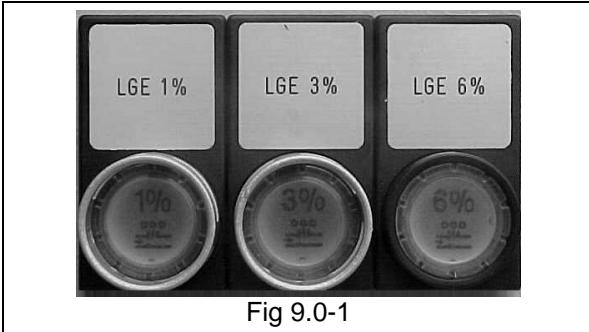

Fig 9.0-1
- Acione um dos botões Operação de espuma com proporção de mistura 1%, 3% ou 6% (Fig 9.0-1).